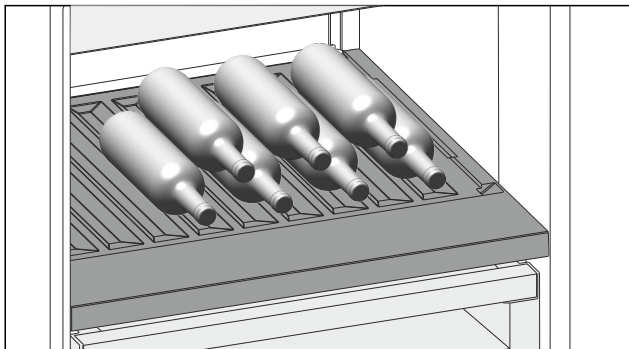

Fig. 149 Ilustrativni primjer
- Stavite boce s dnom prema stražnjoj stijenci hladnjaka. (pogledajte Fig. 149)